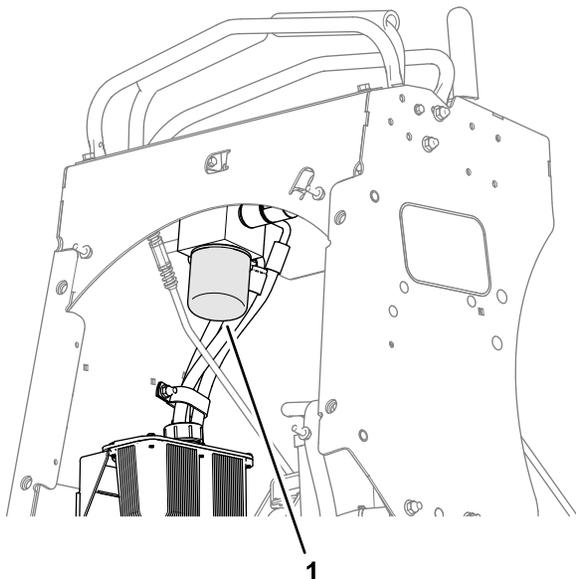

Рисунок 54
1. Отверните фильтр, чтобы снять его, и дайте маслу стечь (Рисунок 54).
3. Поворачивайте фильтр по часовой стрелке до контакта резинового уплотнения с переходником фильтра, после этого затяните фильтр, повернув его еще дополнительно на 2/3–3/4 оборота (Рисунок 54).